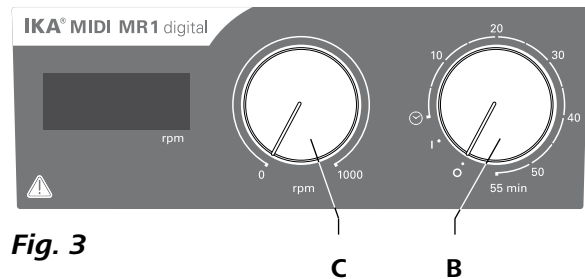

Fig. 3
- ☞ Para encender el aparato, gire el mando giratorio de "**encendido y apagado**" y "**temporizador**" (**B**, véase **Fig. 3**) hacia la derecha hasta la posición "**1**".
- ☞ Para ajustar el régimen de revoluciones del motor, utilice el mando regulador de “**velocidad**” (C, véase Fig. 3). Este régimen puede ajustarse de 0 a 1000 rpm en el caso del **MIDI MR 1 digital** y de 0 a 600 rpm en el caso del **MAXI MR1 digital**.